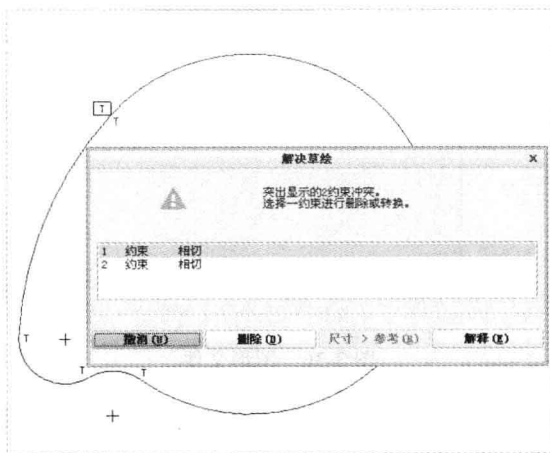

图 3-31 “解决草绘”对话框
Step 02 在绘图区合适的圆弧上依次单击鼠标左键，弹出“解决草绘”对话框，如图 3-31 所示，执行操作后，在对话框中单击相应的按钮即可解决约束冲突。